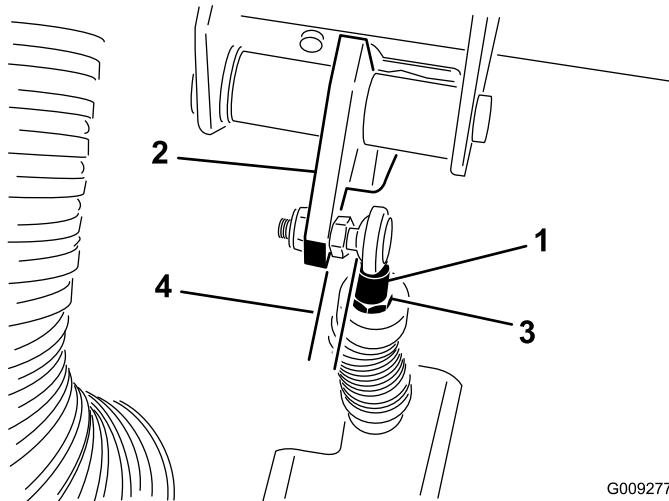

Рисунок 71
**Внимание:** Убедитесь, что после затяжки контргаек конец стержня располагается перпендикулярно к шарику, а не перекошен, и остается параллельным к педали сцепления (Рисунок 71).